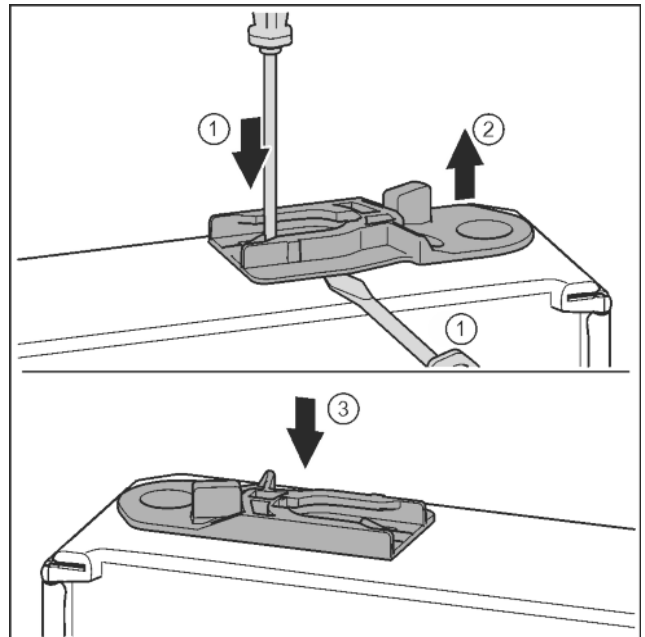

Fig. 31
- ▶ Sortir la douille de guidage : Pousser la languette avec un tournevis plat et la faire passer simultanément sous la douille de guidage avec un tournevis plat. *Fig. 31 (1, 2)*
- ▶ Pousser la douille de guidage fournie à la livraison de l'autre côté du logement. *Fig. 31 (3)*